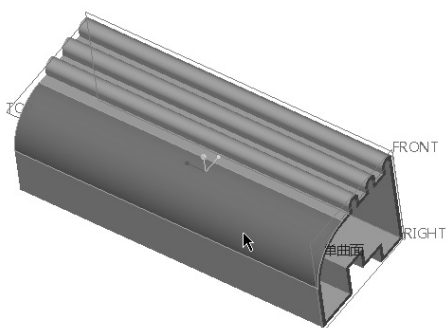

图 6-163 选择要投影到的目标曲面
5) 返回到“投影曲线”选项卡，激活“曲面”收集器，选择要在其上投影修饰草绘的曲面集，如图 6-163 所示。